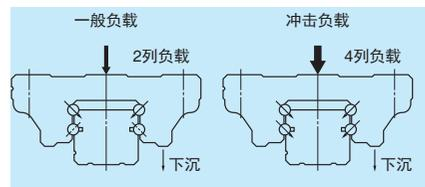

图5 耐冲击性
(1) 高精度、高质量。
(2) 可靠性高、寿命长。
(3) 品种齐全，可满足各种用途的要求。
(4) 通过开发可互换性产品，实现了短交货期。
(5) 具有高静态负载能力（耐冲击性）（专利）
- 滚珠型直线导轨通过采用哥特式沟槽，在超高负载（冲击负载）的情况下，即使通常不承受载荷的非接触面，也能够承受高冲击载荷。（图 5）
(6) 推出超高负载系列